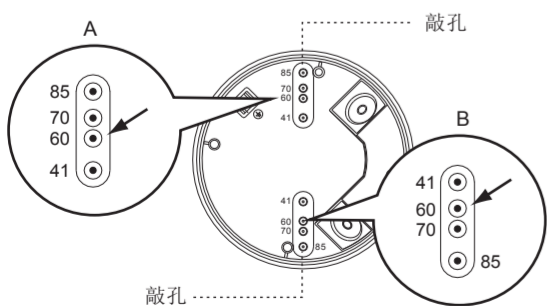

图 13-A
4.4.3.1 接线盒上共有四对敲孔，距离从 41 mm 到 85 mm 不等；可以对它们进行选择，用于不同的安装（见图 13-A）。在两端选择相应距离的两个相同数值，以便于固定（见图 13-B）。